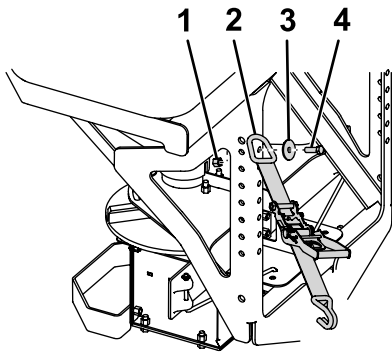

图 5
1. 如图 5 所示使用螺栓 1/2 英寸、垫圈 1/2 英寸和锁紧螺母 1/2 英寸将棘轮带的 D 形环端连接至撒布机机架外侧的上孔中上紧螺栓扭矩至 76Nm。